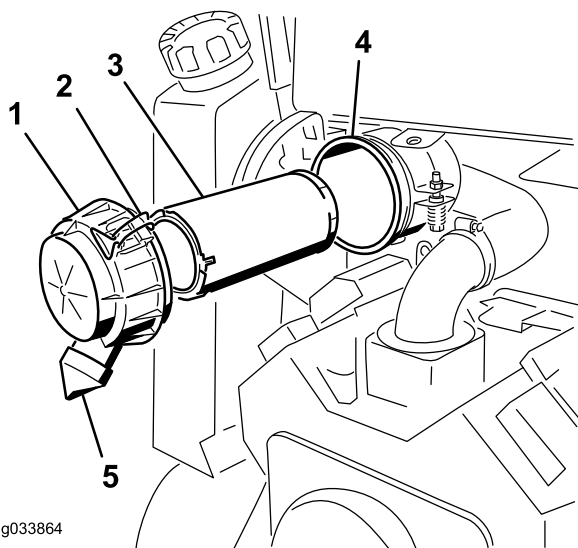

Рисунок 20
6. Аккуратно извлеките фильтр грубой очистки из корпуса воздухоочистителя и удалите его в отходы (Рисунок 20). Старайтесь не ударить фильтр о боковую поверхность корпуса.
7. Если также производится замена контрольного фильтра, аккуратно извлеките его из корпуса воздухоочистителя и удалите в отходы (Рисунок 20). Старайтесь не ударить фильтр о боковую поверхность корпуса.
2. При замене контрольного фильтра осторожно вставьте его в корпус воздухоочистителя (Рисунок 20). Плотнo надавливая на наружный обод фильтра во время его установки, обеспечьте, чтобы он был посажен до отказа.
3. Осторожно вставьте фильтр предварительной очистки в корпус воздухоочистителя (Рисунок 20). Плотнo надавливая на наружный обод фильтра во время его установки, обеспечьте, чтобы он был посажен до отказа.
4. Установите крышку, проставку и закрепите их гайкой крышки (Рисунок 20). Затяните гайку с моментом 11 Н·м.
5. Установите крышку воздухоочистителя так, чтобы резиновый выпуск был направлен вниз, в положение от 5 до 7 часов (если смотреть с торца) (Рисунок 20), и закрепите ее защелками.